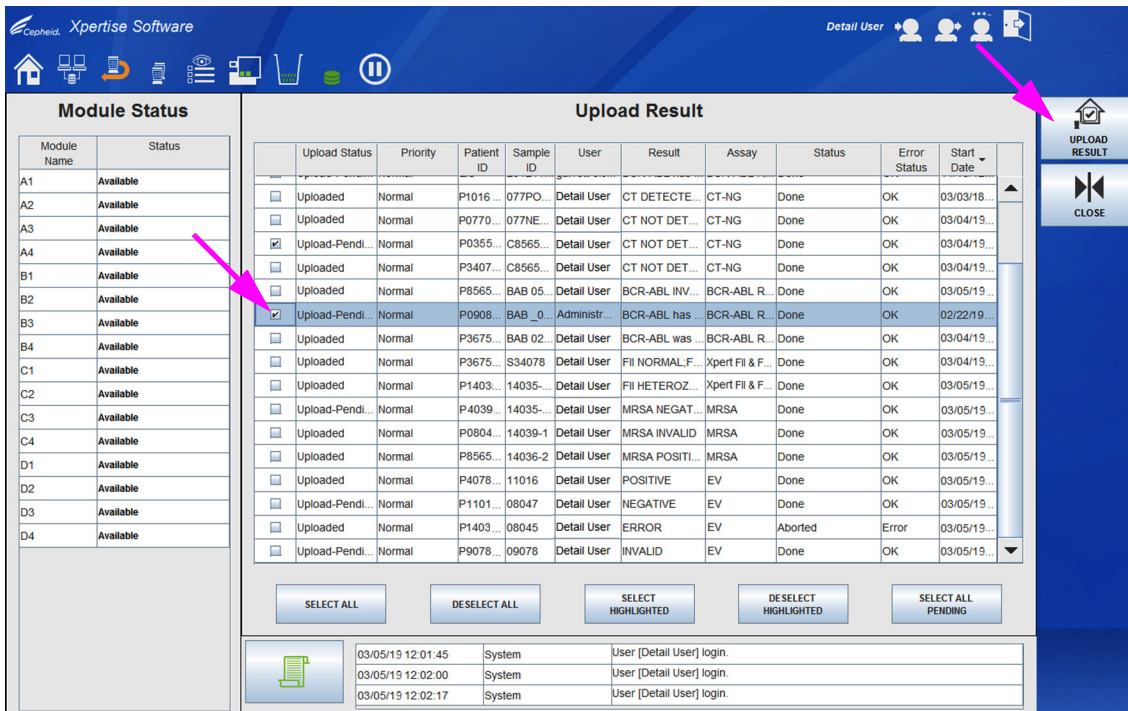

Figura 5-189. Área de trabalho Upload Result (Carregar resultado) a mostrar testes concluídos prontos para serem carregados para o anfitrião
1. Na área de trabalho View Results (Ver resultados), seleccione o botão **UPLOAD RESULT (CARREGAR RESULTADO)** (ver Figura 5-188). É apresentada a área de trabalho Upload Result (Carregar resultado) que mostra uma lista dos testes concluídos. Ver Figura 5-189.
3. Selecione o botão **UPLOAD RESULT (CARREGAR RESULTADO)** para carregar resultados de teste seleccionados para o anfitrião. Ver Figura 5-189.